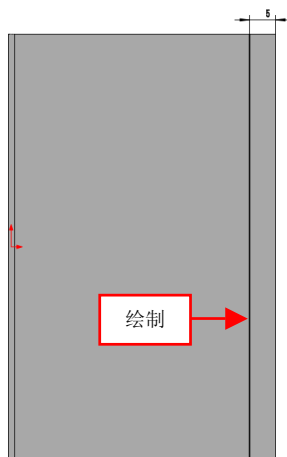

图 13-29 绘制相应的草图
(9) 进入草图绘制环境，绘制相应的草图，如图 13-29 所示。